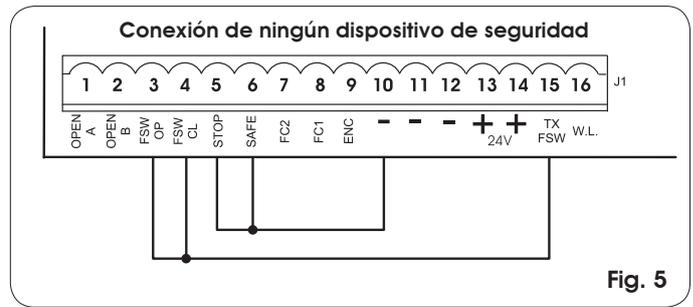

Fig. 5
**NOTA:** Si no se utilizan dispositivos de seguridad, hay que puentear los bornes como se indica en la fig. 5.
**Nota:** Si no se conectan dispositivos de seguridad en apertura, puentee las entradas FSW OP y -TX FSW (fig. 5).
**Nota:** Si no se conectan dispositivos de seguridad en cierre, puentee los bornes FSW CL y -TX FSW (fig. 5).
**Nota:** Si no se conectan dispositivos de seguridad borde, puentee las entradas SAFE y - (fig. 5).